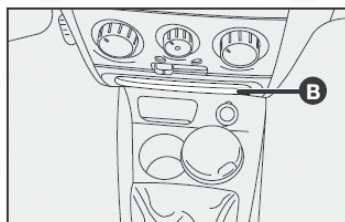

fig. 96
- En la parte central del tablero B-fig. 96;